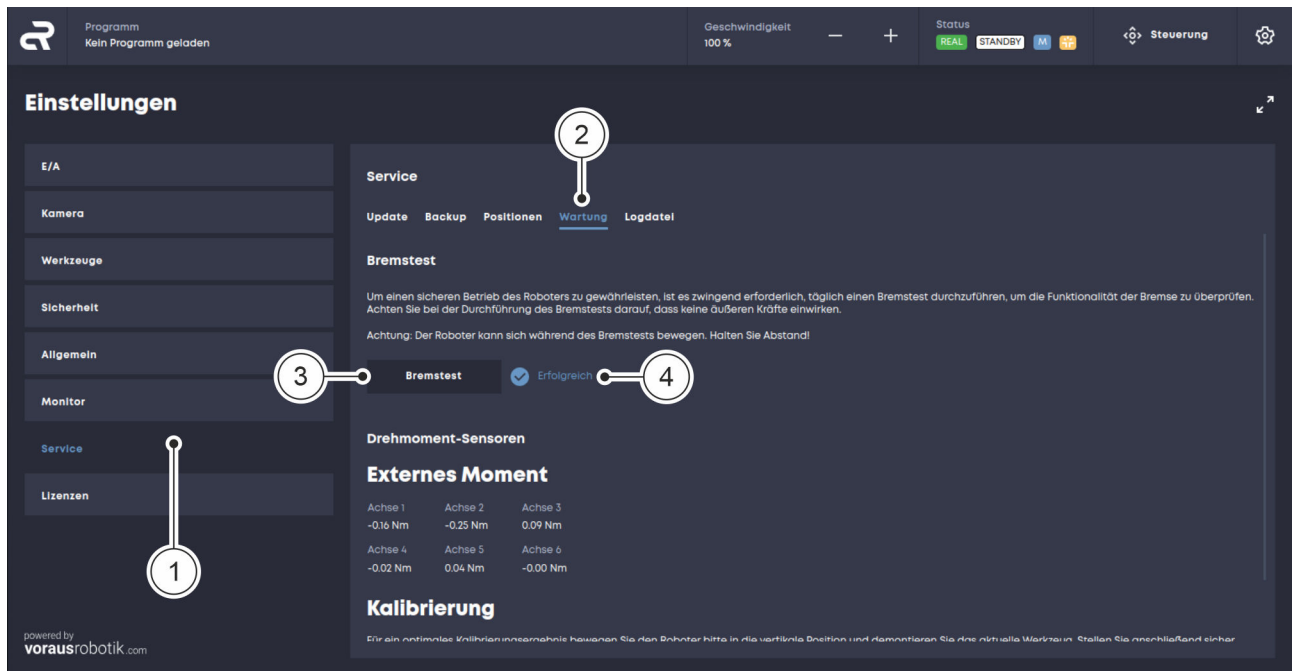

Abb. 51 Bremsentest durchführen
02. Im Menü „Einstellungen“ auf die Schaltfläche „Service“ in der linken Registerkarte klicken, um das Fenster mit den Serviceeinstellungen zu öffnen Abb. 51 / \(1\).
03. Im Menü „Service“ auf den Reiter „Wartung“ klicken Abb. 51 / \(2\).
Auf die Schaltfläche „Bremsentest“ klicken Abb. 51 / \(3\).
- Nach erfolgreichem Bremsentest wird der Text „Erfolgreich“ angezeigt Abb. 51 / \(4\).